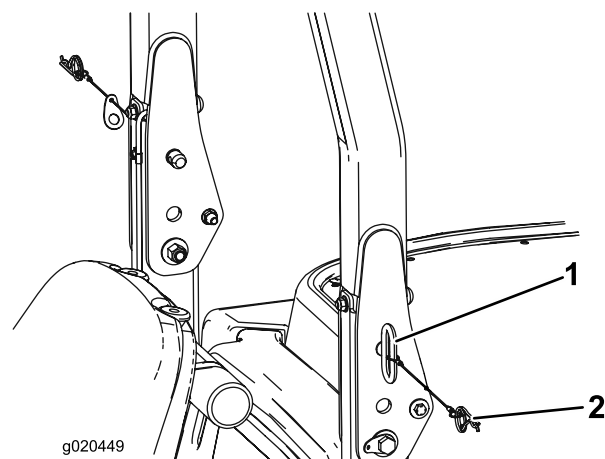

Figura 32
1. Per abbassare il roll bar rimuovete le coppiglie e le due spine (Figura 32).